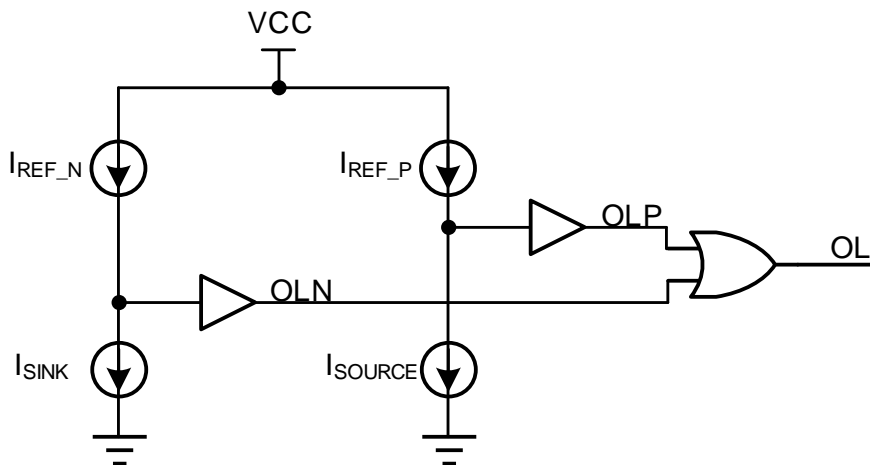

图 2. 电流检测示意图
以芯片上管内部电路检测原理为例，简单介绍内部原理。如图 2 所示， I_{REF_P} 为正向参考阈值电流， I_{REF_N} 为反向参考阈值电流，OLP 或 OLN 为上报开路告警信号，若为高，芯片会上报开路 (OL) 告警。检测原理如下：正向电流 I_{SOURCE} 流过 MOS 管的漏极和源极，OLP 开始检测；反向电流 I_{SINK} 流过 MOS 管的漏极和源极，OLN 开始检测。当空载时，OLP 为高，OLN 也为高，上报开路告警；当 OUT 端拉电流，但是 $I_{SOURCE} < I_{REF_P}$ 时，OLP 为高，上报开路告警。如果 OUT 端是灌电流，但是 $I_{SINK} < I_{REF_N}$ 时，OLN 为高，上报开路告警。